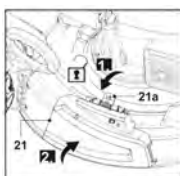

Fig. 18
2. Rotiți clema de blocare (21a) în jos și țineți pentru a o deconecta (Fig. 18, pasul 1).
3. Deschideți protecția deflectorului lateral (21) și țineți-o în poziție (Fig. 18, pasul 2).